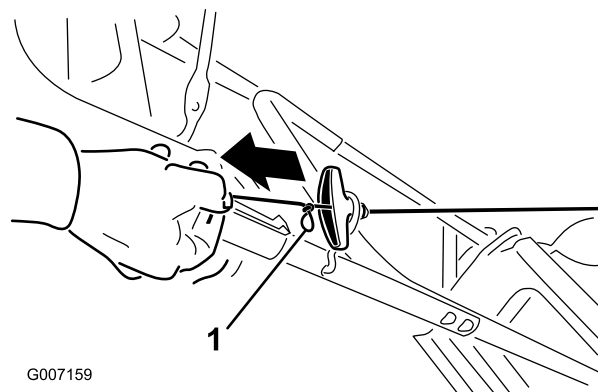

**Figure 4**
1. Faites passer le câble du lanceur dans le guide-câble sur le guidon (Figure 4).